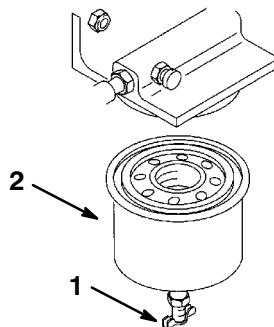

Abbildung 29
4. Das Ablaßventil (Abb. 29) öffnen, den Kraftstoff aus dem Kraftstofffilter in einen geeigneten Behälter ablassen und ordnungsgemäß entsorgen.
5. Den Kraftstofffilter mit einem Filterschlüssel entfernen (Abb. 29).